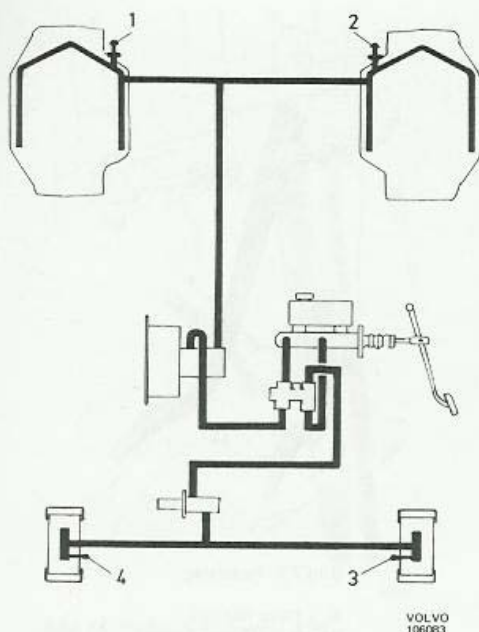

Bild 69. Luftningsföljd, 2-krets B 18
4. Luftning skall ske i den ordningsföljd som bild 69 respektive 70 anger.
4. Luftning skall ske i den ordningsföljd som bild 69 respektive 70 anger och på följande sätt. Demontera skyddshätta och trä ringnyckel och plastlang på luftningsnippeln. Låt rörets öppning hänga ned under ytan i glasflaskan, se bild 72.